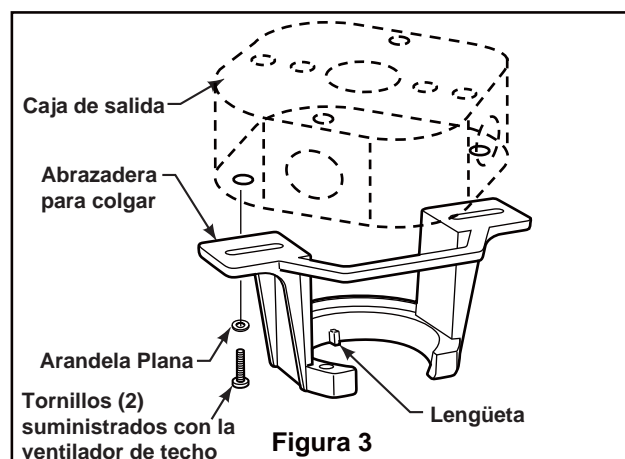

Figura 3
3. Introduzca los cables de color negro, azul y blanco a través de la varilla. (Figura 3)
1. Fije bien la abrazadera para colgar a la caja de salida (no se incluye) con los tornillos y las arandelas provistas con la caja de salida. (Figura 3)
2. Una vez haya hecho las conexiones, coloque los cables hacia arriba y empújelos cuidadosamente hacia dentro de la caja de la toma de corriente, poniendo los cables blancos y verdes a un lado de la caja y los negros hacia el otro lado. Los cables deben ser colocados de forma extendida poniendo el conductor de la toma de tierra y el conductor de toma de tierra del equipo a un lado de la caja, colocando el conductor sin toma de tierra en el otro lado de la caja. (Figura 3)